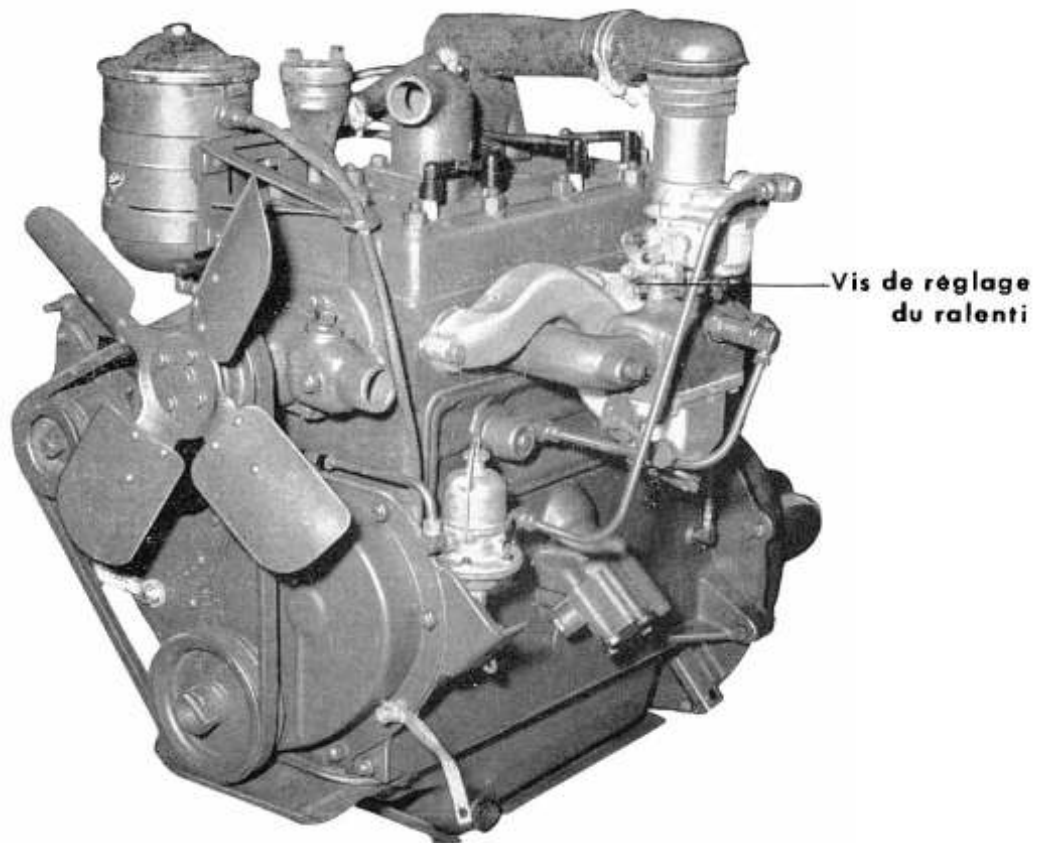

FIGURE 1. — Vue de trois-quarts avant du moteur assemblé.
A. — Le moteur utilisé sur le véhicule de 1/4 de tonne 4 × 4 est un moteur à essence à 4 cylindres à culasse en L (fig. 1, 2 et 3) équipé d'un vilebrequin équilibré. L'arbre à cames est entraîné par le vilebrequin au moyen d'un pignon de distribution (fig. 40). La pompe à huile et le distributeur sont entraînés par l'arbre à cames.